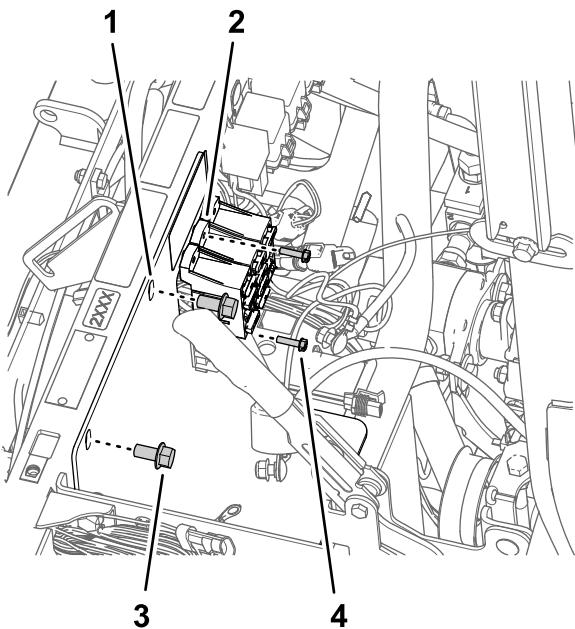

Figura 170
3. Rimuovete i bulloni (10-24 x 3/4") e i dadi (10-24) che fissano il portafusibili alla staffa della batteria (Figura 170).
4. Rimuovete i 2 bulloni a testa flangiata (3/8" x 3/4") che fissano la staffa della batteria al tubo di supporto dell'ammortizzatore della macchina (Figura 170).